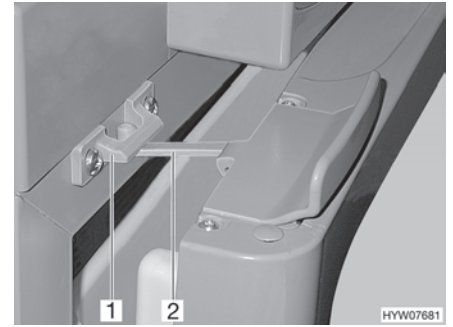

Bild 108 Kylskåpsdörr i ventilationsläge (Thetford)
■ För upp låset (Bild 108,2) och haka fast det i låsfästet (Bild 108,1). Därvid stannar kylskåpsdörren i öppet läge.